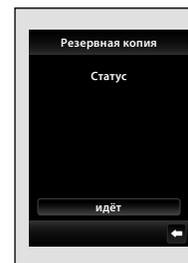
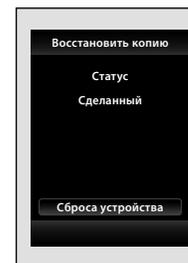

рис. 100
рис. 101
- **Резервная копия / Восстановить копию**: Можно проводить между двумя RF Touch или между RF Touch и RFAF. Сначала нажмите кнопку Старт на устройстве, где хотите создать резервную копию, потом нажмите кнопку Старт на устройстве, куда хотите эту копию отправить. Во время передачи данных процесс можно прервать нажатием кнопки **Идет** (рис. 100). По окончании передачи будет существовать состояние. После окончания передачи данных, для **Обновления настроек** произведите **рестарт** устройства RF Touch (рис. 101).